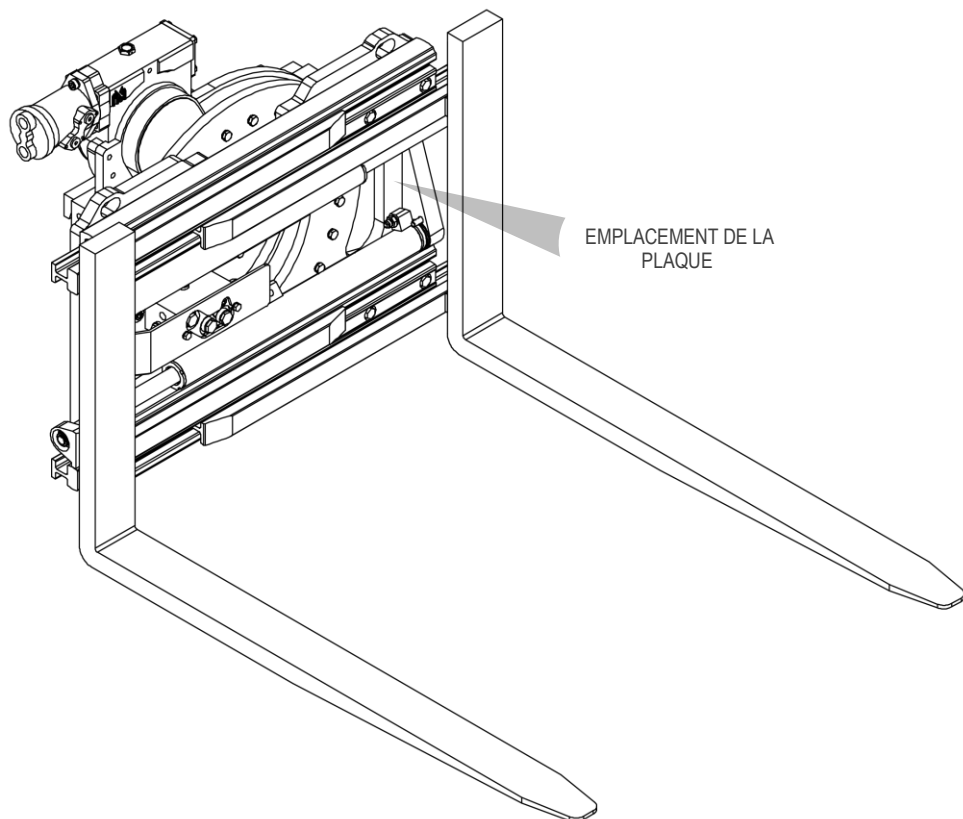

Figure 1
Tous les équipements A.T.I.B. - « PINCE TOURNANTE 360° AVEC FOURCHES SOUDÉES TYPE 301.474.170 | AVEC FOURCHES TOURNANTES TYPE 301.474.150 | AVEC 4 FOURCHES TYPE 301.474.4 » sont identifiés à l'aide d'une plaque adhésive (voir *Tableau 1*) placée sur l'équipement (l'emplacement de la plaque d'identification peut changer en fonction de l'équipement, voir *Figure 1*). Toujours se référer au numéro de série.
5. Pour la manutention, utiliser des sangles ou des chaînes dont les dimensions sont adaptées au poids de l'équipement, comme indiqué sur la plaque d'identification (voir *Figure 1* et *Tableau 1* page 6).
10. Raccorder le circuit hydraulique en s'assurant que la pression de service des tuyaux est supérieure ou égale à la pression indiquée sur la plaque d'identification (voir Figure 1 et Tableau 1 page 6).